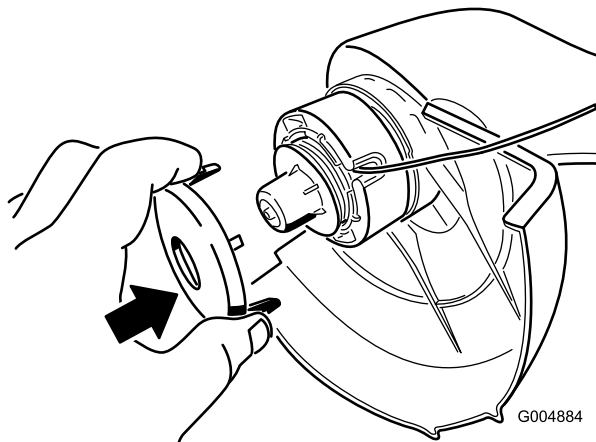

**Figura 7**
1. Apriete la pestaña de cada lado de la tapa (Figura 7).